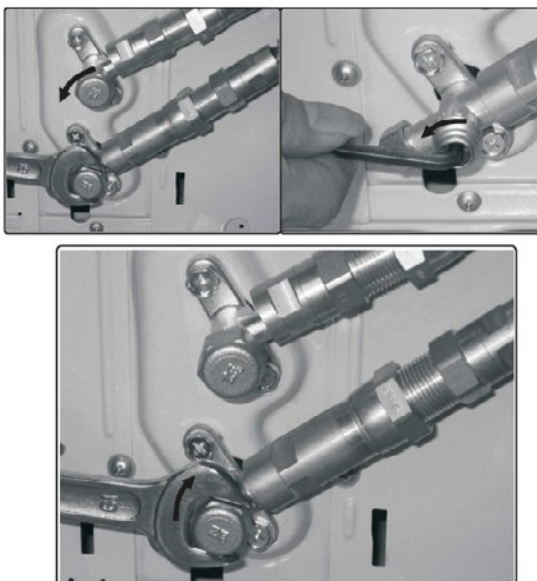

Fig. 6.6
6. Verwijder nu de deksel van de onderste klep met een 19 mm steeksleutel. Open de klep door deze zo ver mogelijk in tegenwijzerzin te draaien met een 5 mm inbussleutel. De klep staat nu open. Als de klep niet volledig wordt geopend, kan het systeem slecht werken en beschadigd raken. Schroef de deksel terug op de onderste klep en zet het goed vast om ervoor te zorgen dat het goed afdicht. Zie Afb. 6.6.